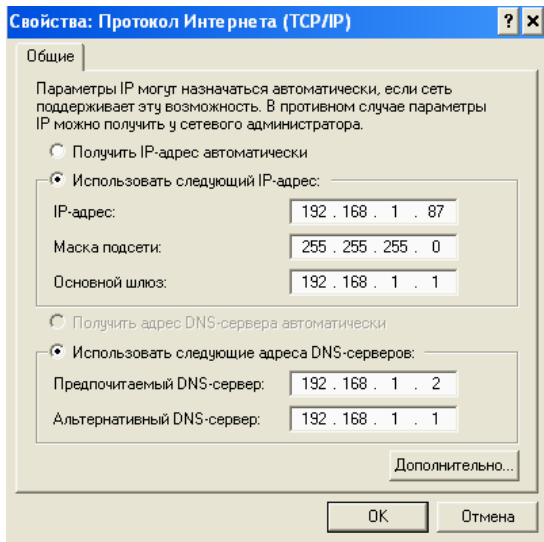

Рис.5 Первоначальная настройка IP-адреса
17. Откроется окно «Свойства: Протокол Интернета (TCP/IP)» – см. рис.5.